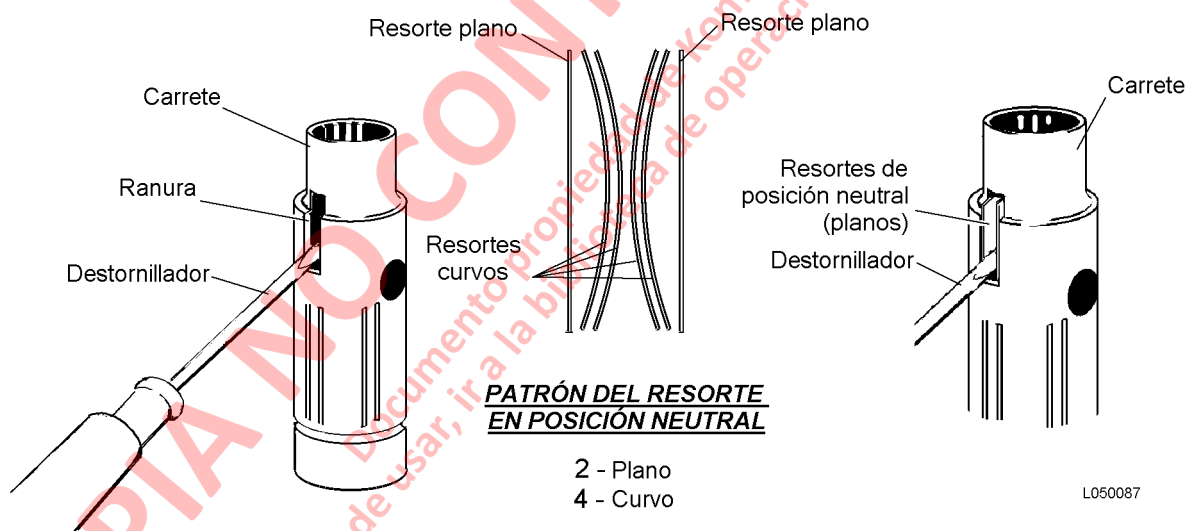

FIGURA 5-9. INSTALACIÓN DEL RESORTE DE POSICIÓN NEUTRAL
1. Para instalar los resortes de posición neutral, coloque un destornillador en la ranura del carrete como se muestra en la Figura 5-9.